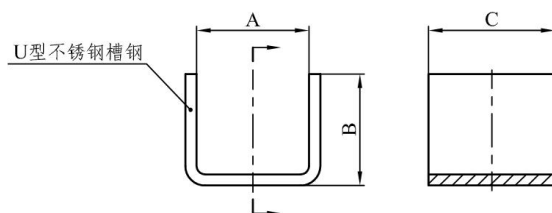

图 7 U 型槽钢加工示意图
1) 选择尺寸较高的纵梁或横梁，测量其宽度，选用市场上的 U 型不锈钢槽钢，槽钢的内部宽度 A 应略大于井盖横梁的宽度，将槽钢截成长度为 C 的小段（如图 7 示，尺寸 C 应小于井盖上交错的纵横梁之间的缝隙宽度，以保证 U 型槽钢能插入到井盖横梁上）